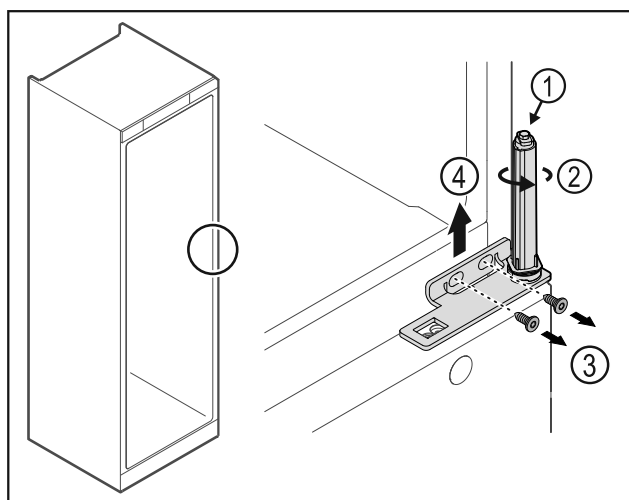

Fig. 33
- Nerozoberajte systém zatvárania dverí Fig. 33 (1).
- Otáčajte systém zatvárania Fig. 33 (2), kým nezacvakne.
- Uvoľnite skrutky Fig. 33 (3), odoberte uholník závesu nahor Fig. 33 (4).